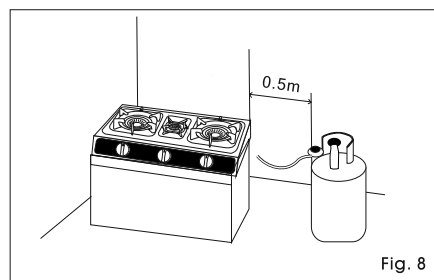

Fig. 8
- La bombona de butano tiene que estar a una distancia mínima de 0,5 m de la placa de gas (Fig. 8)